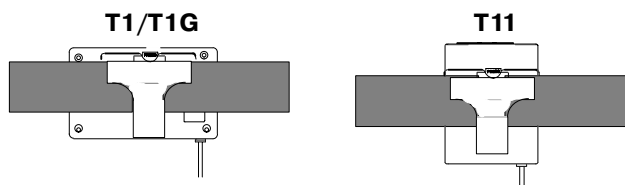

Рис.6 Установка передатчика
1. Переносные передатчики серий T1, T1G и T11 укрепляются на ремне брюк или гитары (Рис. 6). Нажмите на площадку удерживающей клипсы с надписью PRESS и пропустите ремень между корпусом передатчика и удерживающей клипсой.